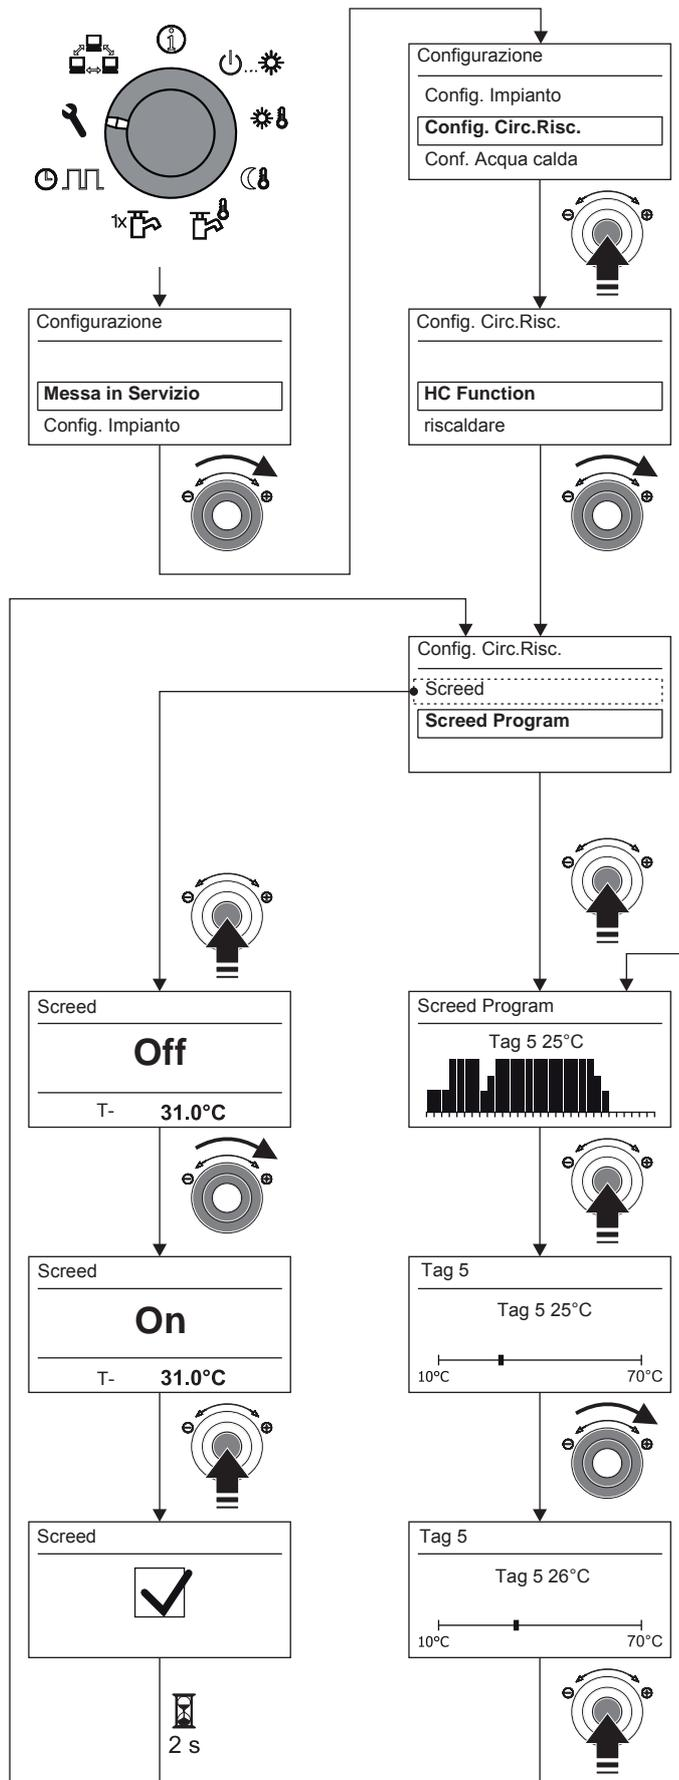

Figura 3-19 Screed Program Impostazione
- Impostare la funzione massetto su "On" nei parametri impianto (v. anche figura 3-19).